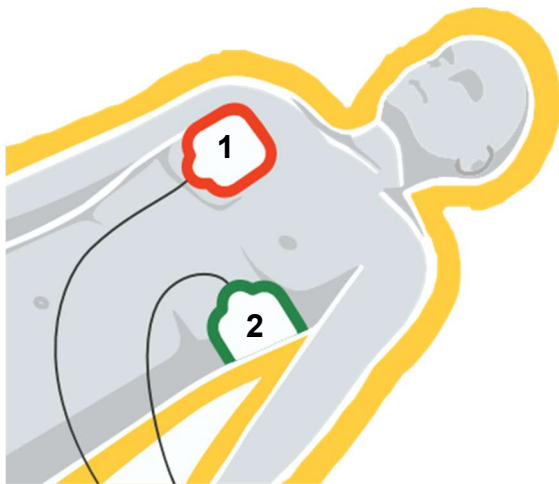
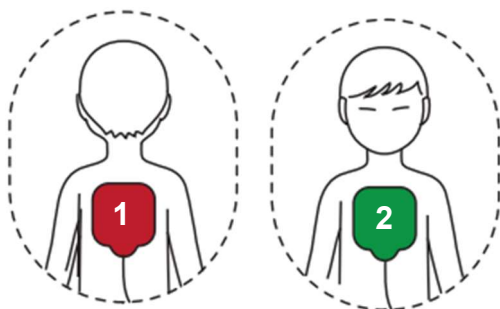

Abb. 13 Elektrodenposition bei Erwachsenen
Abb. 14 Elektrodenposition bei Kindern
- ▶ Entfernen Sie die Schutzfolie von einer der Elektroden und platzieren Sie die Elektroden dann sofort an der vorgesehenen Stelle. (Siehe Abb. 13 für Erwachsene und Abb. 14 für Kinder)